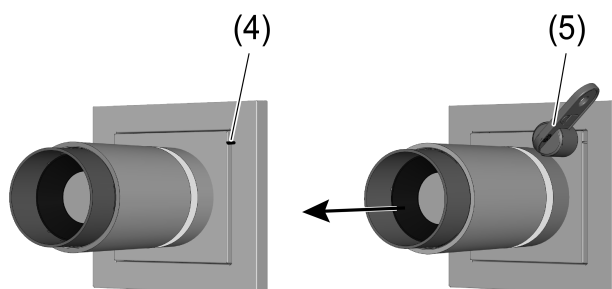

Imagen 3: Desmontaje del módulo de luz (con enclavamiento)
- Colocar el imán (5) a la altura de la marca (4) sobre la cubierta en el módulo de luz (Imagen 3).